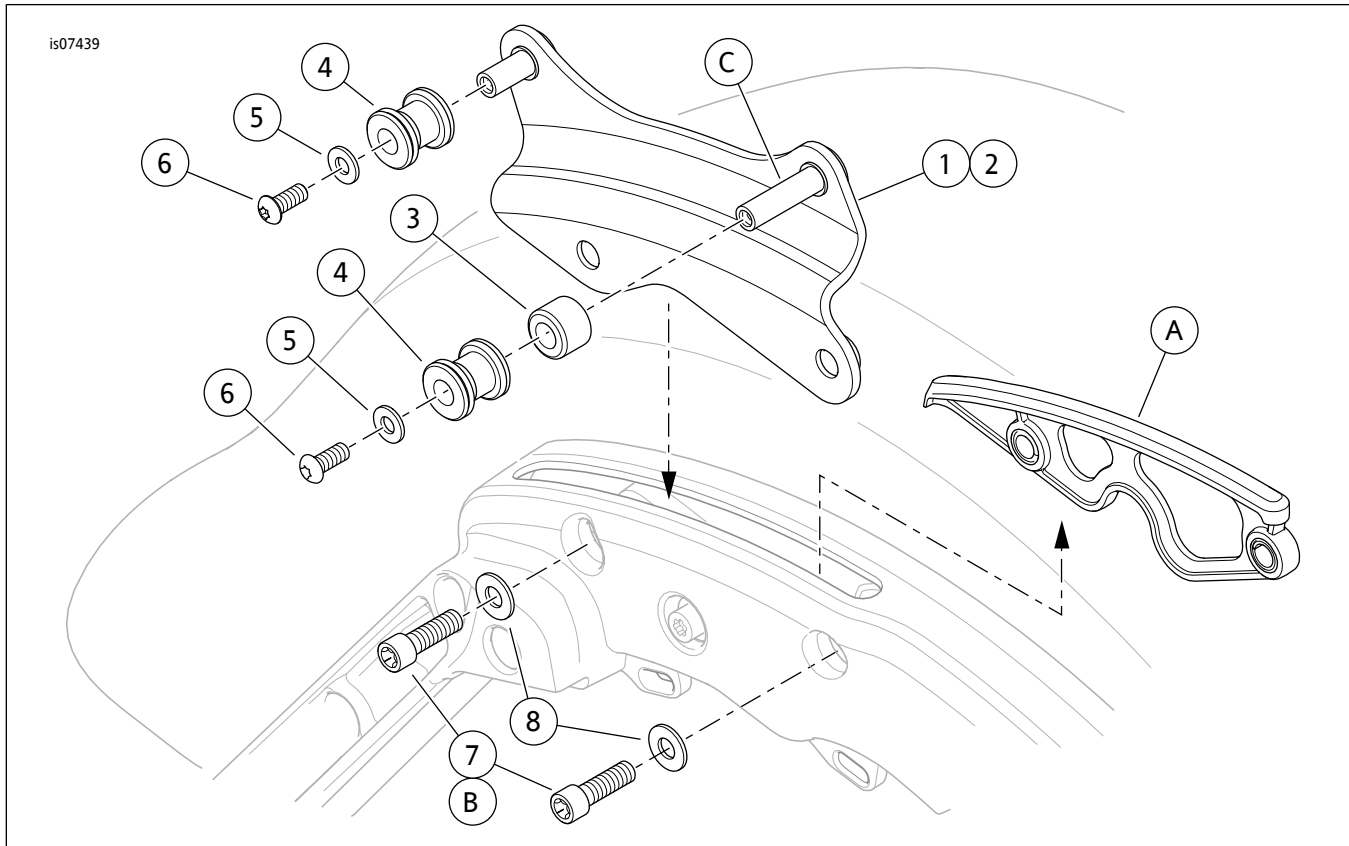

图2。维修零件：四点可拆卸式对接五金件套件
参见图2和表1。
2. 参见图2。从每侧边箱支撑上拆下两个螺丝(B)。从支撑的槽中抬起槽盖衬垫(A)。
6. 参见图2。将隔块(3)滑至每个对接板的大销(C)之上。将对接点(4)滑至每个对接板销上，斜面端在先。将镀铬垫圈(5)安装至套件中的每个小螺丝(6)上。在每个螺丝的螺纹上涂敷2-3滴LOCTITE 243-蓝色。